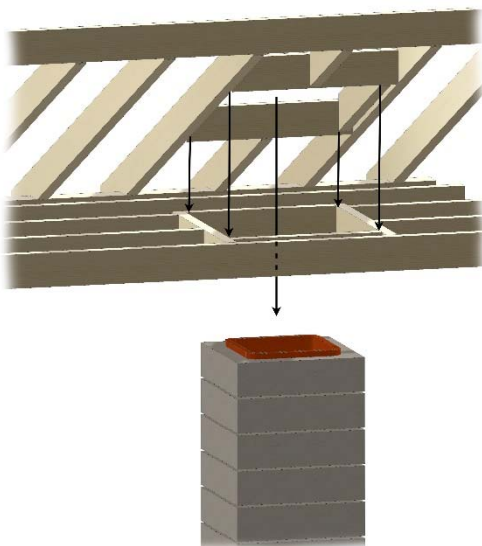

Figure 25. Pénétration du toit
C. Mesurez de tous les côtés du clou et marquez l'ouverture requise, puis découpez un trou dans le toit. N'oubliez pas que le trou est mesuré sur l'horizontale, puis projeté sur le toit. Le trou peut donc être plus grand, en fonction de la pente du toit. Voir la Figure 25.